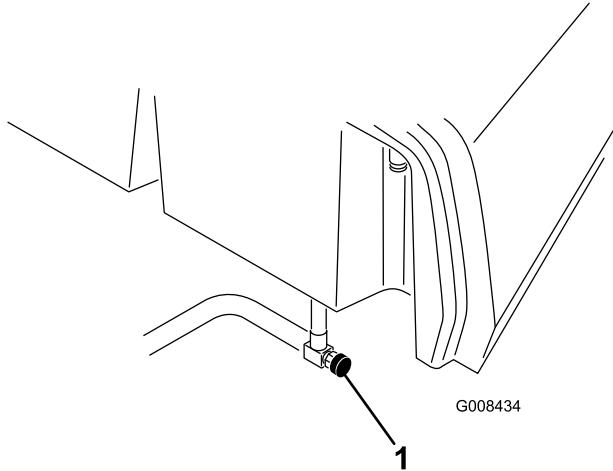

図 39
1. 長期間保管する場合には燃料バルブ図 39を閉じておく。